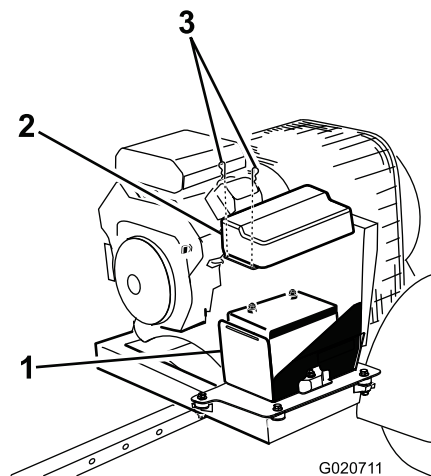

Figure 32
- Déposez les clips qui fixent le couvercle de la batterie à son compartiment, et déposez le couvercle du compartiment (Figure 32).